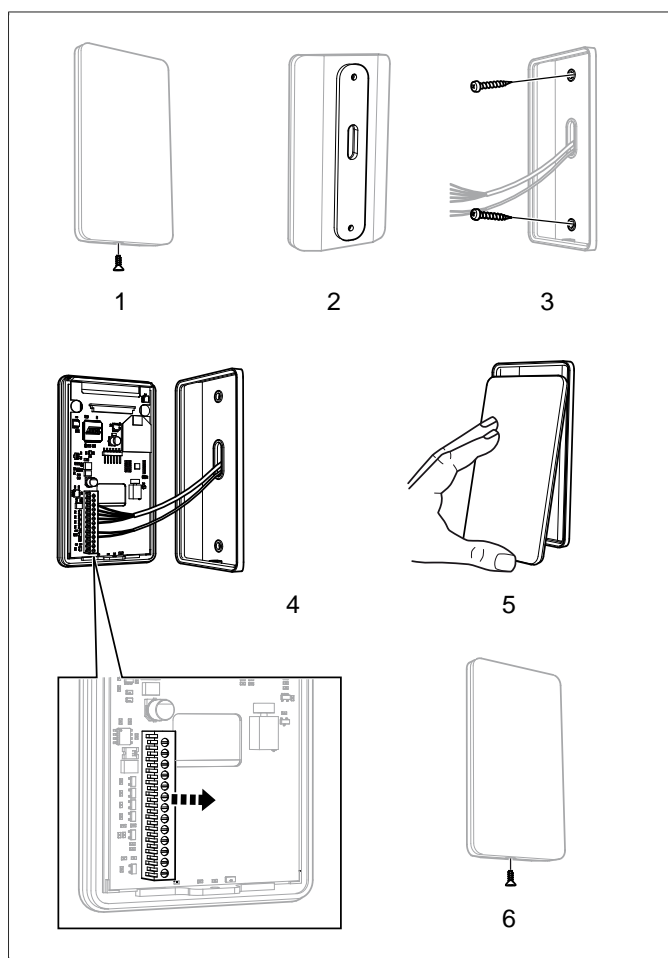

Fig 15: Montering av manöverpanelen
1. Lossa låsskruven och dela på panelen och bakstycket (se **Fig 15**, sidan 6 pos 1).
2. Klistra på tätningsslit på bakstycke (se **Fig 15**, sidan 6 pos 2).
3. Skruva upp bakstycket på lämplig plats så att elektriska kablar passerar genom avsedd öppning. Notera att hålet för fixeringskruven skall vara i nederkant (se **Fig 15**, sidan 6 pos 3).
4. Skruva fast ledningar i plinten enligt kopplingschemat (se **Fig 15**, sidan 6 pos 4). För att förenkla inkopplingen kan den avlånga plinten lossas från krets kortet när man skruvar dit sladdarna. Dra plinten rakt ut, vicka ej av den p.g.a. risk för skada på stift (se **Fig 15**, sidan 6 detaljbild).
5. Skjut på manöverpanelens glasparti underifrån och håll på plats (se **Fig 15**, sidan 6 pos 5).
6. Skruva fast låsskruven i underkant (se **Fig 15**, sidan 6 pos 6).